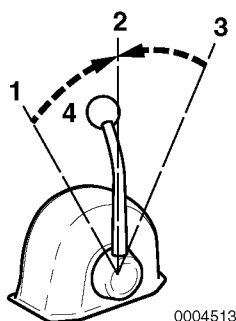

Figure 2
Gebruik de gashendel (**Figure 2, (4)**) om versnelling en vertraging te controleren. Beweeg de hendel langzaam.
2. Breng bij het verplaatsen van het handvat tussen de VOORUIT (**Figure 2, (1 of 3)**) en ACHTERUIT (**Figure 2, (3 of 1)**) het handvat naar NEUTRAAL (**Figure 2, (2)**) en pauzeer voordat u het langzaam verschuift naar de gewenste positie. Schakel NOOIT meteen van VOORUIT naar ACHTERUIT of vice versa.